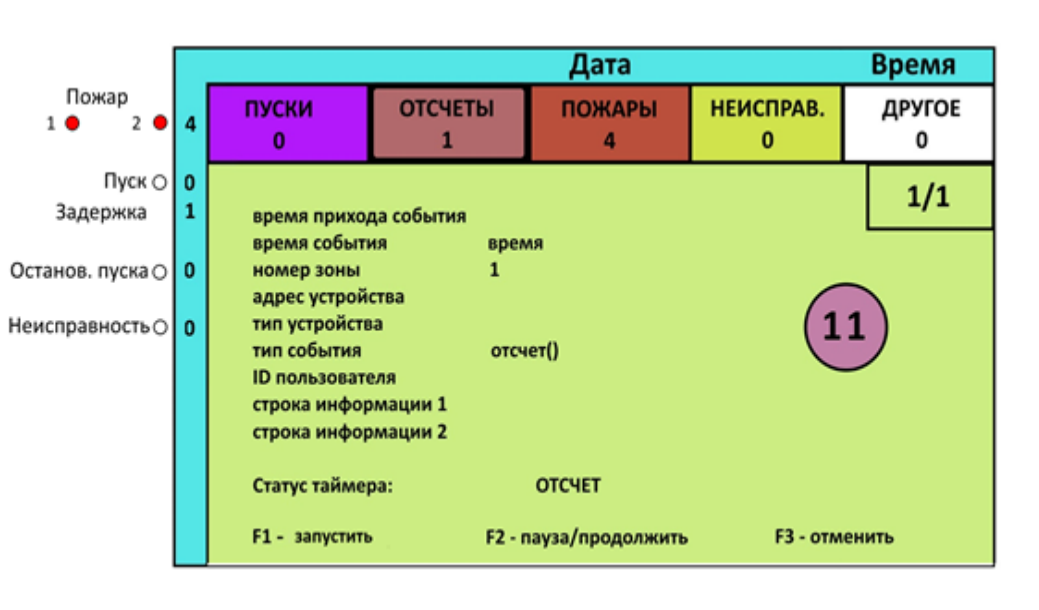

Рисунок 8 – Пример вида экрана в режиме отсчета времени до запуска
- на экране во вкладке «Отсчеты» появится сообщение о начале отсчета (см. рисунок 8);